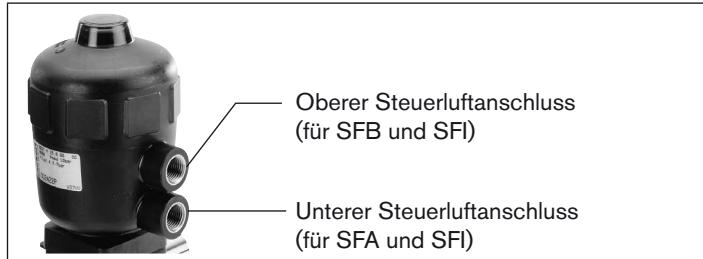

Bild 31: Steuerluftanschluss
- Unterer Steuerluftanschluss mit Druckluft (Wert wie auf dem Typenschild angegeben) beaufschlagen (siehe nachfolgendes Bild 31:Steuerluftanschluss). Dies ist erforderlich, damit sich die Membran vom Gehäuse löst und nicht beschädigt wird.
- Oberer Steuerluftanschluss mit Druckluft (Wert wie auf dem Typenschild angegeben) beaufschlagen (siehe Bild 31:*Steuerluftanschluss*).